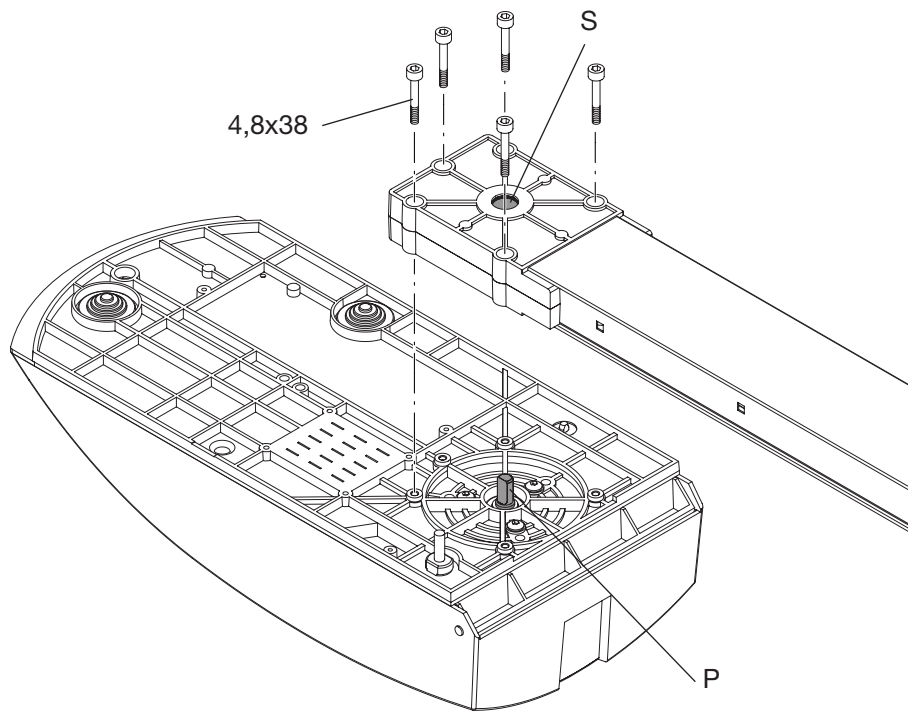

Fig.7
- d) Den Zugschlitten bewegen (Abb. 6) bis der Sitz der Scheibe (Ref. S in Abb. 7) an den Stift der Motorwelle (Ref. P in Abb. 7) anschlägt
- e) Die Schiene am Boden des Antriebs wie in Abb. 7 befestigen. Mit den 5 Schrauben D4,8x38 die Schiene am Boden des Antriebs befestigen.